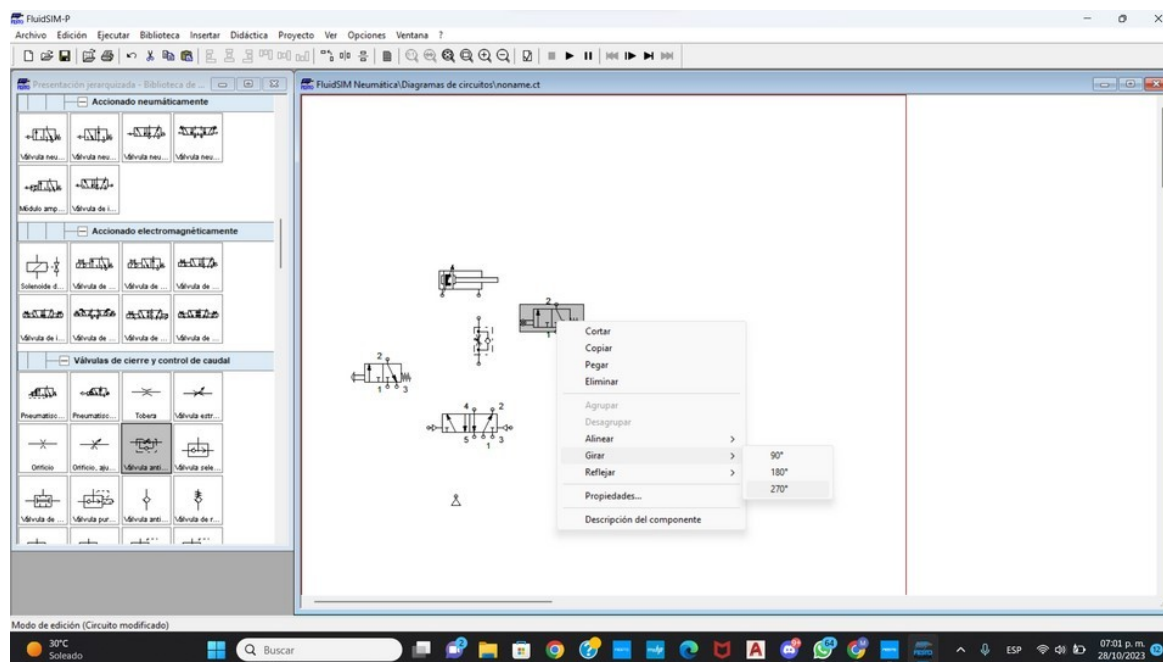

Ilustración 1.15
Paso 7.-Giramos a 270° la válvula 3/2 vías con rodillo. (Ilustración 1.15).